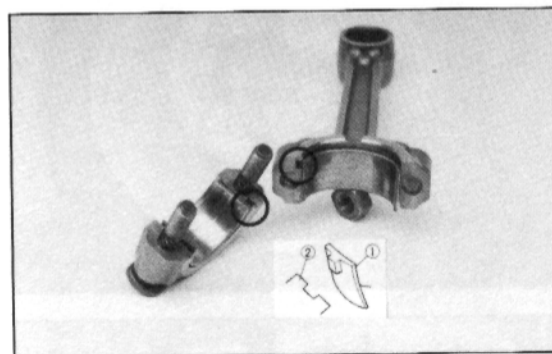

Bild 208
- Haltenasen der Lagerschalen in entsprechenden Nuten der Pleuellstangen und Lagerdeckel einpassen und Schalen von Hand eindrücken. Siehe Bild 208.